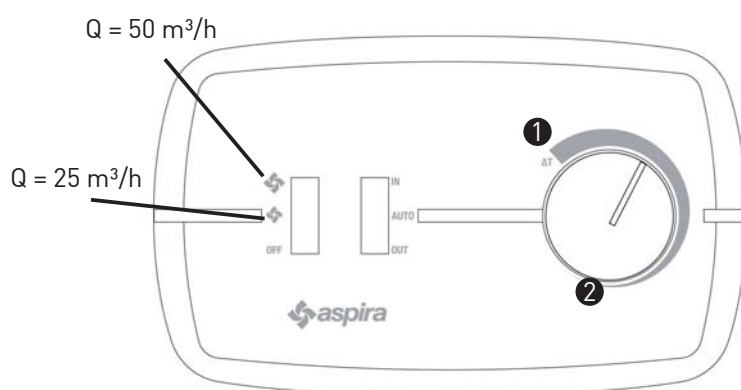

Fig. 14
Si, par exemple en hiver, la température externe est de -15°C, et donc la différence de température ΔT entre l'extérieur et l'intérieur est élevée, tournez la poignée en position (1). Au contraire, par une journée de printemps, ou la différence de température ΔT est minimale ou proche de zéro, tournez la poignée en position (2) (fig. 14).